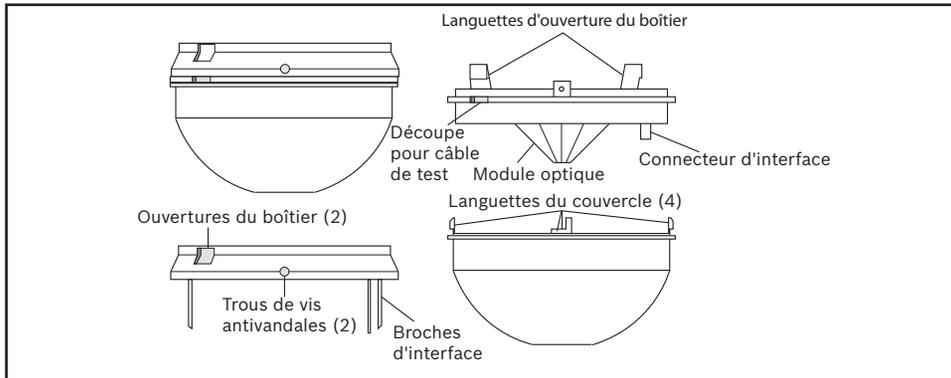

Figure 2.2 : Ouverture du couvercle
1. Retirez la base du boîtier en appuyant sur les deux languettes du boîtier tout en le soulevant pour l'éloigner de la base. Voir *Figure 2.2*.